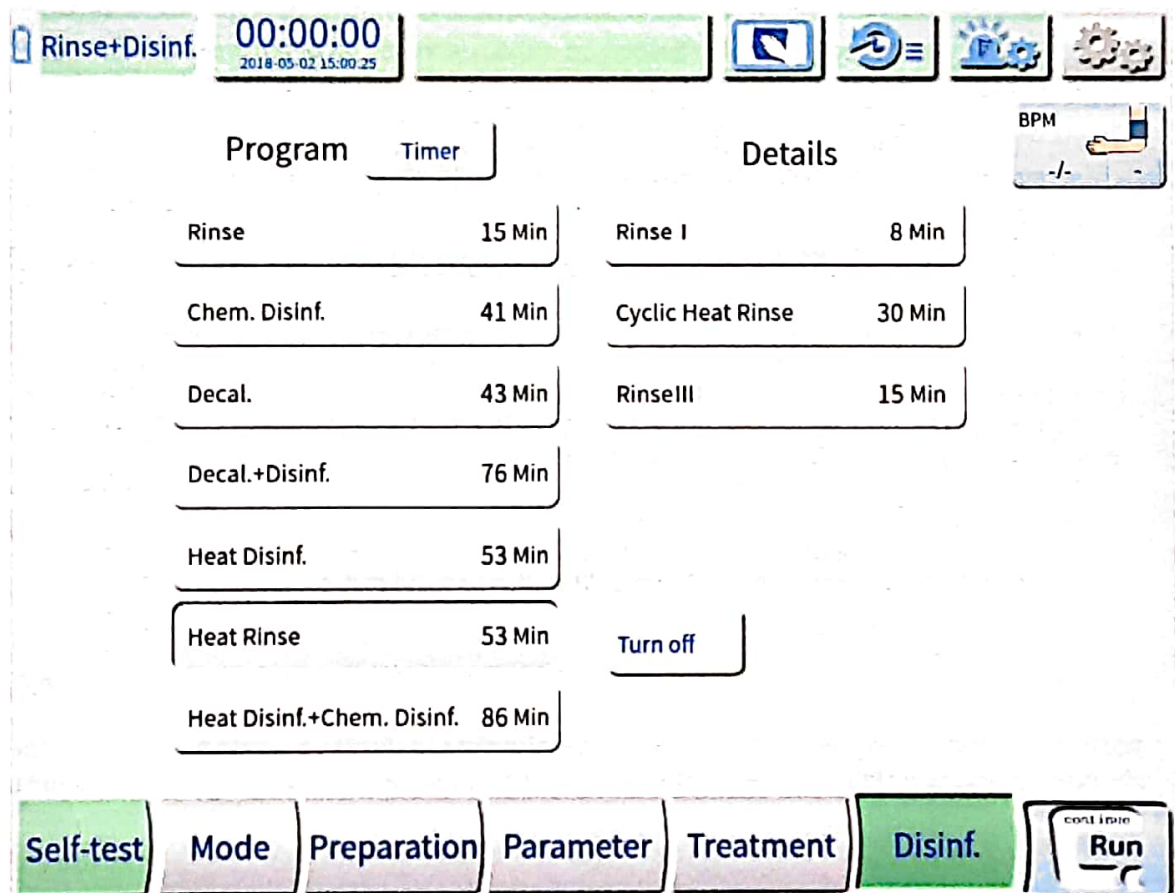

Fig. 8-1 Ventana de enjuague y desinfección
Toque [rinse + desinf.] Para ingresar a la ventana de selección de enjuague y desinfección, como se muestra en Fig. 8-1
- El cuadro de diálogo de la derecha en esta ventana son los detalles de los modos de selección, la imagen 8-1 es los detalles del enjuague con calor, el enjuague con calor tiene tres pasos:
- Como la Fig. 8-1, haga clic en el perfil debajo de la "solución".